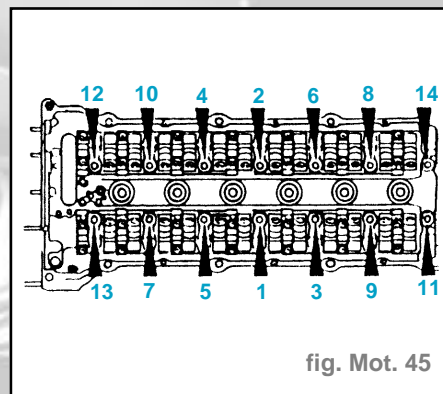

fig. Mot. 45
- Desserrer les boulons de culasse de l'extérieur vers l'intérieur avec l'outil spécial **11 2 250** dans l'ordre **14 à 1** (fig. Mot. 45).